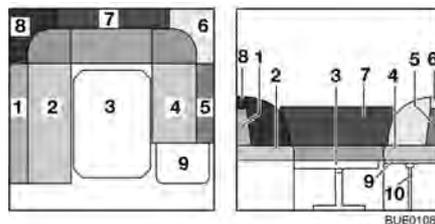

Bild 90 Während des Umbaus
- Stütze (Bild 90,10) in die Aufnahme an der Bettkasten-Verlängerung einsetzen.
- Die Rückenpolster (Bild 90,1, 5, 6, 7 und 8) abnehmen und beiseite legen.